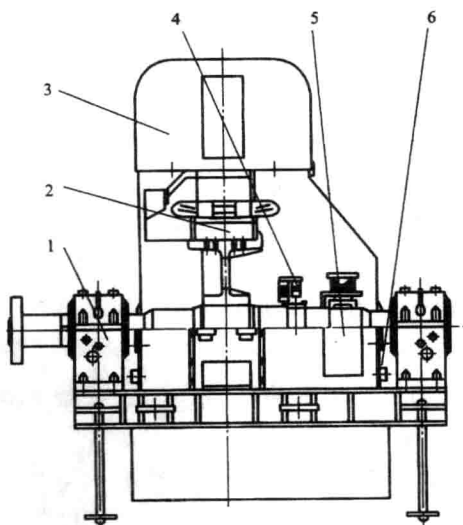

图 1—1 无刷同步电动机结构
随着工业的迅速发展,一些生产机械要求的功率越来越大,如空气压缩机、送风机、球磨机、电动发电机组等,功率可达数百乃至数千千瓦,采用同步电动机拖动更为合适。这是因为大功率同步电动机与同容量的异步电动机比较,有明显的优点。首先,同步电动机的功率因数较高,在运行时,不仅不使电网的功率因数降低,相反地,还能够改善电网的功率因数,这点是异步电动机做不到的;其次,对大功率低转速的电动机,同步电动机的体积比异步电动机的要小些。无刷同步电动机结构如图 1—1 所示。
(1) 开启式电动机。开启式电动机的定子两侧和端盖上都有很大的通风口,如图 1—2 所示。它散热好,价格便宜,但容易进灰尘、水滴和铁屑等杂物,只能在清洁、干燥的环境中使用。开启式电动机又可分为以下几类。